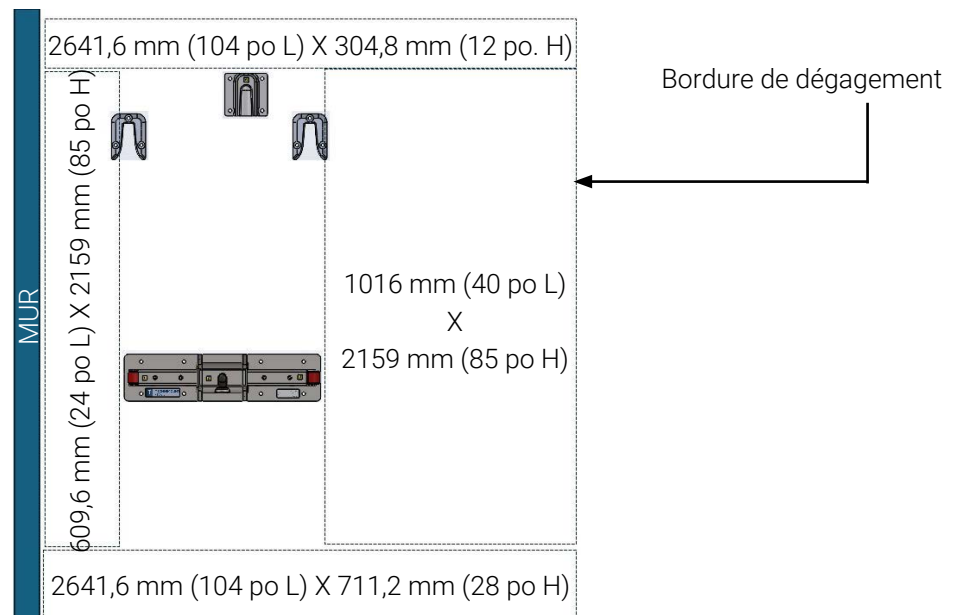

Figure 23: Mesures de la bordure de dégagement (installation en coin)
- Pour une installation en coin, une bordure de dégagement de 2641,6 mm (104 po) W X 3175 mm (125 po) L est recommandé (Figure 23).